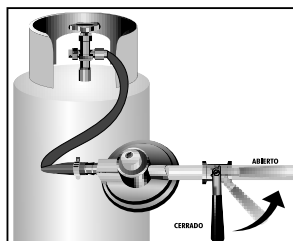

Figura 28
- Abra la llave de suministro de gas al calentador (Ver figura 28).